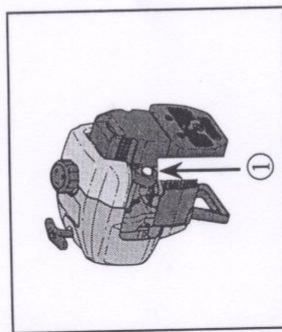

Fig. 14
Description of Parts - Figs. 14 & 15
Désignation des pièces - Figs. 14 & 15
Bezeichnung der Teile - Abb. 14 & 15
Descrizione delle parti componenti - Figs. 14 & 15
- Denominación de las piezas - Figs. 14 & 15**
Designação das peças - Figs. 14 & 15
Beschrijving van onderdelen - Afb. 14 & 15
Beskrivning av delar - Figs. 14 & 15
Beskrivelse af dele - Figs. 14 & 15
Beskrivelse av deler - Figs. 14 & 15